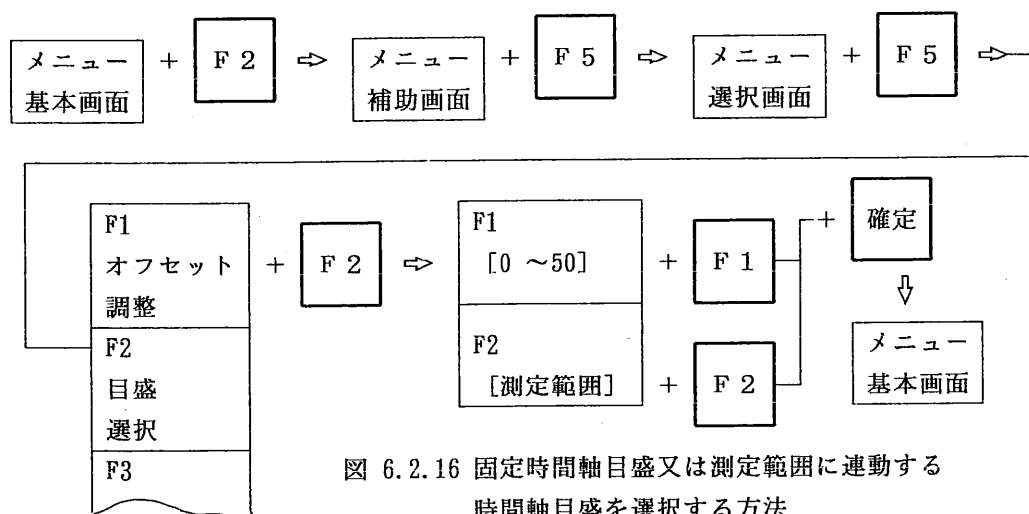

図 6.2.16 固定時間軸目盛又は測定範囲に連動する
〔時間軸目盛の選択の手順〕 (図 6.2.16 参照)
- ① 選択キー [F 2] を1回押すとメニューエリアにメニュー補助画面が表示されます。
- ② 選択キー [F 5] を1回押すとメニューエリアに選択メニューが表示されます。
- ③ 更に、選択キー [F 5] を1回押すとメニューエリアには図 6.2.16 に示す選択メニューが表示されます。
- ④ 選択キー [F 2] を1回押すとメニューエリアには目盛選択メニューが表示されます。
- ⑤ 選択キー [F 1] を1回押すと、固定時間軸目盛が、選択キー [F 2] を1回押すと測定範囲連動の時間軸目盛が選択されます。
- ⑥ 選択後に確定キーを1回押すと、選択した目盛が設定されて図 6.2.16 に示したように、メニューエリアはメニュー基本画面に戻ります。